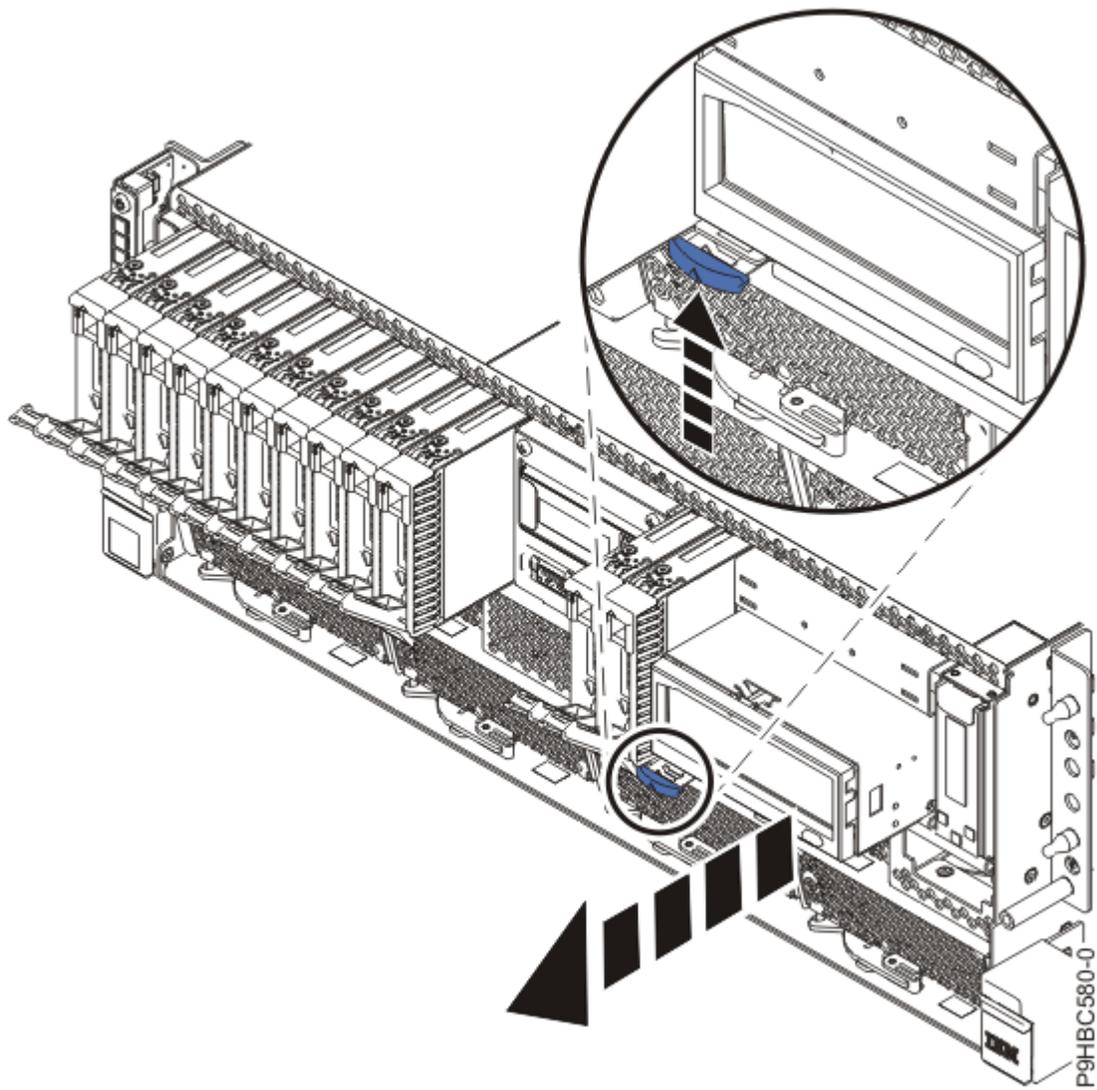

Figura 108. Remover parcialmente a base de acoplamento RDX
- a) Empurre o fecho da base de acoplamento RDX para cima na direcção da seta conforme apresentado em Figura 108 na página 115.